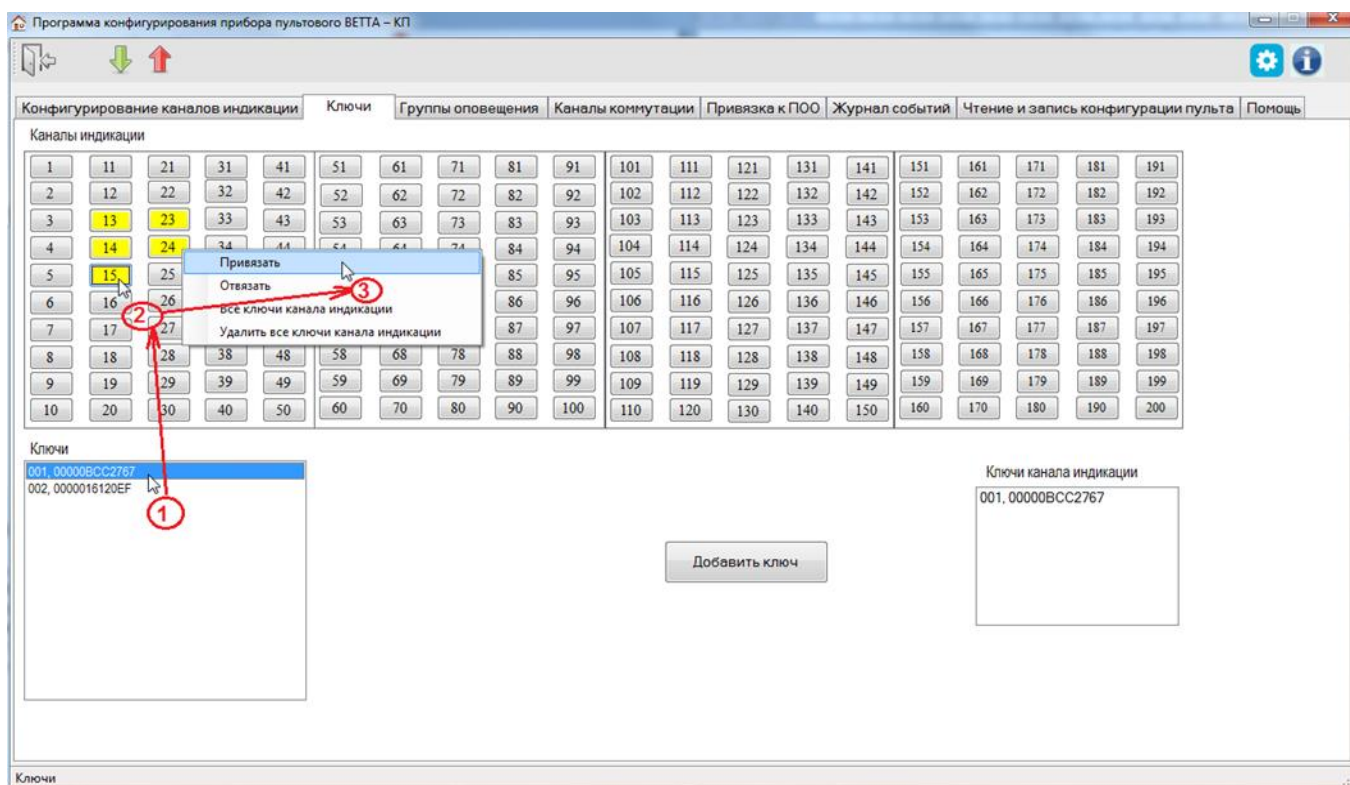

Рис. 25. Привязка ключей ТМ к каналам индикации
- 4) После завершения чтения текущей конфигурации и запуска основного окна программы-конфигуратора, перейдите на вкладку «Ключи» (Рис. 25).
- 5) Выделите в списке «Ключи» привязываемый ключ (Рис. 25, шаг 1).
- 6) В области «Каналы индикации» выделите (подсвечиваются жёлтым цветом после наведения курсора и клика левой кнопки мыши), все каналы индикации, к которым будет привязан ключ (Рис. 25, шаг 2).
- 7) Вызовите правой кнопкой мыши контекстное меню, и выберите команду «Привязать» (Рис. 25, шаг 3). Ключ привязывается к выбранным каналам индикации и, следовательно, к зонам, которые привязаны к этим каналам индикации. Каналы индикации с привязанными ключами будут окрашены зеленым цветом.